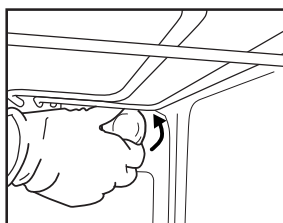
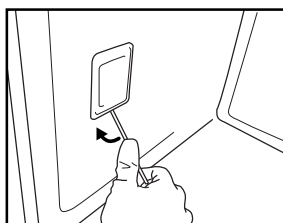

Рис. 6
Рис. 7
2. Выкрутите плафон (Рис. 6), замените лампочку (тип новой лампочки указан в примечании ниже) и вкрутите плафон а свое место (Рис. 7).
3. Подденьте крышку лампы (Рис. 7) отверткой.